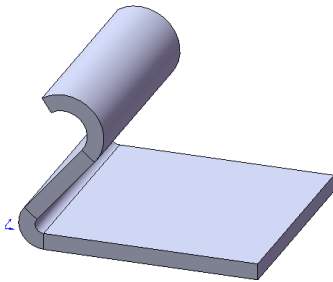

Рисунок 9.16 - Крайка під кутом
- команда «**Кромка под углом**» активізується однойменною кнопкою. На відміну від команди «**Ребро-кромка**», крайка під кутом може мати криволінійну форму (рис. 9.16). Із цієї причини обов'язково будується ескіз крайки, де вимальовується її профіль;